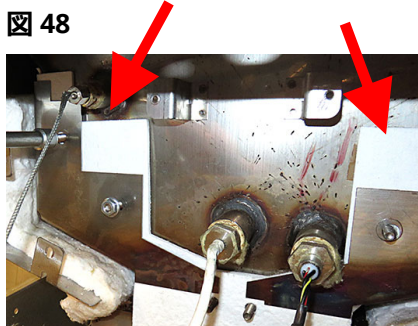

図 50
56. ステップ 52 で取り外した上部シールプレートを再び取り付けます (図 50 を参照)。